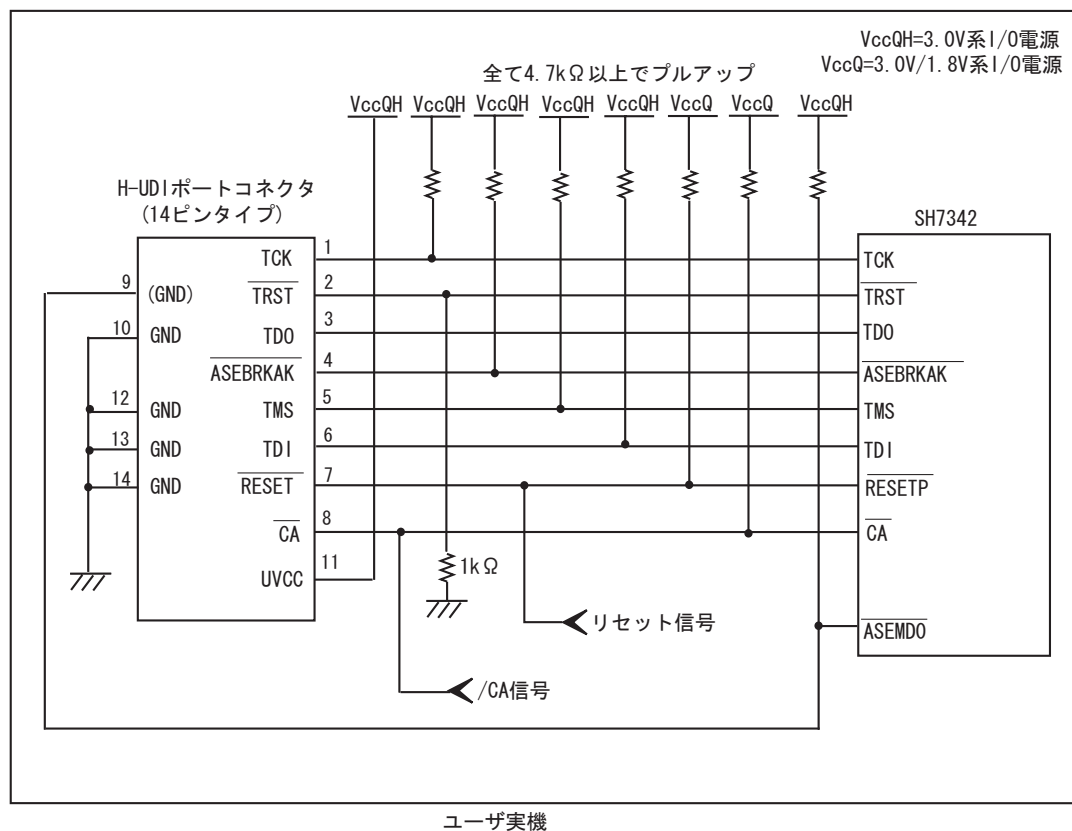

図 1.4 E10A-USB 使用時の H-UDI ポートコネクタ - チップ間の推奨接続例 (14ピンタイプ UVCC 接続時)
- 図 1.4 推奨接続例で回路を組んだ場合の E10A-USB エミュレータのスイッチ設定: SW2=1, SW3=1